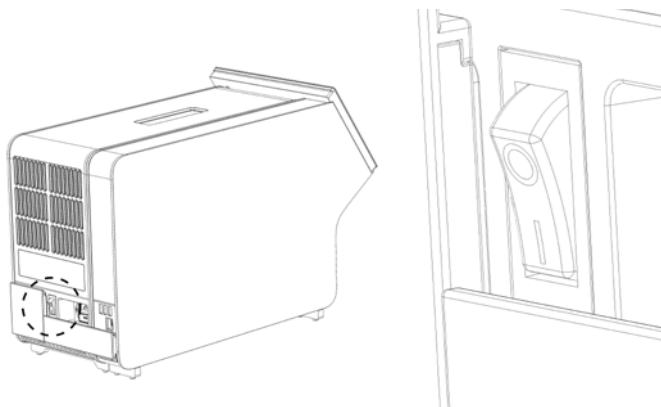

Рис. 11. Розташування вимикача живлення та переведення його в положення «I».
9. Увімкніть прилад, перевівши вимикач живлення на задній панелі аналітичного модуля в положення «I» (рис. 11.). Перевірте, чи стали індикатори стану аналітичного й операційного модулів синіми.